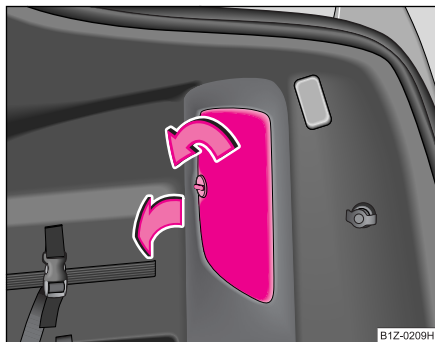

Fig. 224 Maletero:
- Desenclave el seguro y abra la cubierta del soporte de lámpara ⇒ fig. 224.